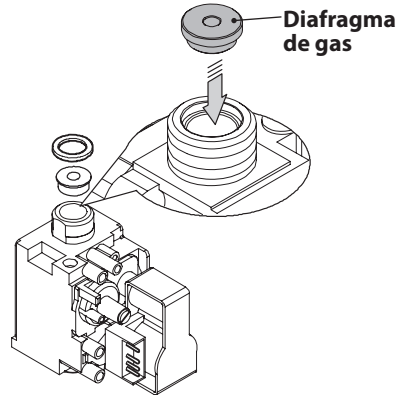

Figura 8.2
- Realice el cambio del tipo de gas sustituyendo correctamente el diafragma de gas (Figura 8.2), consultando la sección "Datos técnicos Mia Condens Plus 25" en la pág. 30 y "Datos técnicos Mia Condens Plus 30" en la pág. 34.